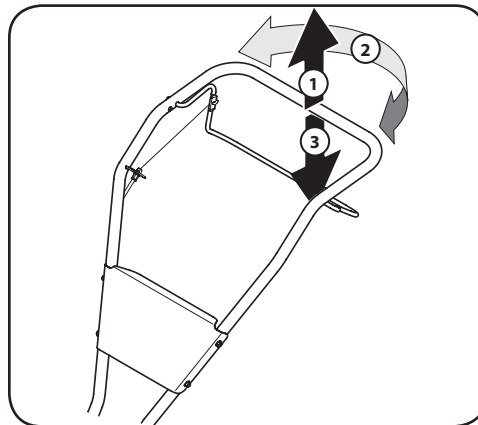

Figura 4-4
- Para comenzar a voltear, levante los manillares hasta que los dientes se separen del suelo y el motor y los dientes estén balanceados por encima de las ruedas. Vea la Figura 4-4.
Con la cultivadora equilibrada, empuje hacia el costado sobre el manillar en la dirección en que se está volteando. Vea la Figura 4-4.
- Luego de dar la vuelta, introduzca lentamente los dientes en el suelo para reiniciar la labranza. Vea la Figura 4-4.